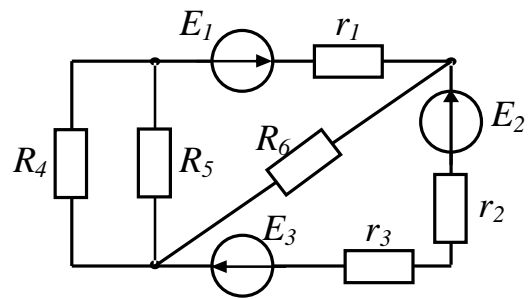

Рис. 1.29
**1.70.** Визначити струми у всіх вітках складного електричного кола (рис. 1.29) при заданих значеннях  $E_1 = 1,5$  В,  $r_1 = 0,5$  Ом,  $E_2 = 4,5$  В,  $r_2 = 0,4$  Ом,  $E_3 = 6,5$  В,  $r_3 = 0,5$  Ом,  $R_4 = 55$  Ом,  $R_5 = 15$  Ом,  $R_6 = 4$  Ом. Визначити потужність, що віддається джерелами.